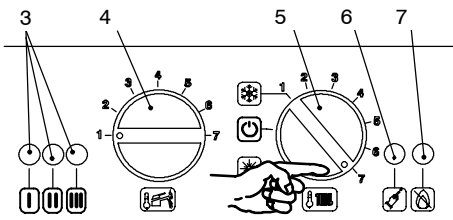
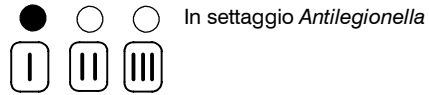
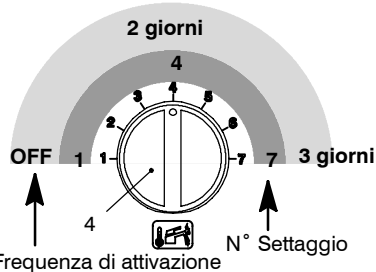

fig. 5.37
fig. 5.38
fig. 5.39
- 2 Ruotare il selettore di funzione 5 come in fig. 5.37
- 3 Tenere premuto il pulsante di ripristino 6 in fig. 5.37 per circa 10 secondi, la lampada di blocco 7 in fig. 5.37 inizierà a lampeggiare.
- 4 Le spie di segnalazione 3 in fig. 5.37 si visualizzano come in fig. 5.38 (leggenda spie fig. 5.54)
Per visualizzare il settaggio impostato tenere premuto il pulsante di ripristino 6 in fig. 5.37 per circa 5 secondi. Le spie di segnalazione 3 in fig. 5.37 lampeggeranno un numero di volte pari al settaggio (fig. 5.39).
- 5 Per cambiare il settaggio ruotare la manopola regolazione temperatura sanitari 4 in fig. 5.37 e posizionarla per la **Frequenza di attivazione** prescelta fig. 5.39 (nella figura es. manopola settata per **Frequenza di attivazione ogni 2 giorni**), la lampada di segnalazione blocco 7 in fig. 5.37 lampeggia velocemente.
- 6 Per memorizzare il settaggio premere il pulsante di ripristino 6 in fig. 5.37 per circa 5 secondi, le spie di segnalazione 3 in fig. 5.37 lampeggiano tutte quante simultaneamente come in fig. 5.40 (leggenda spie fig. 5.54)
Successivamente riposizionare il selettore 5 in fig. 5.37 nella posizione desiderata.